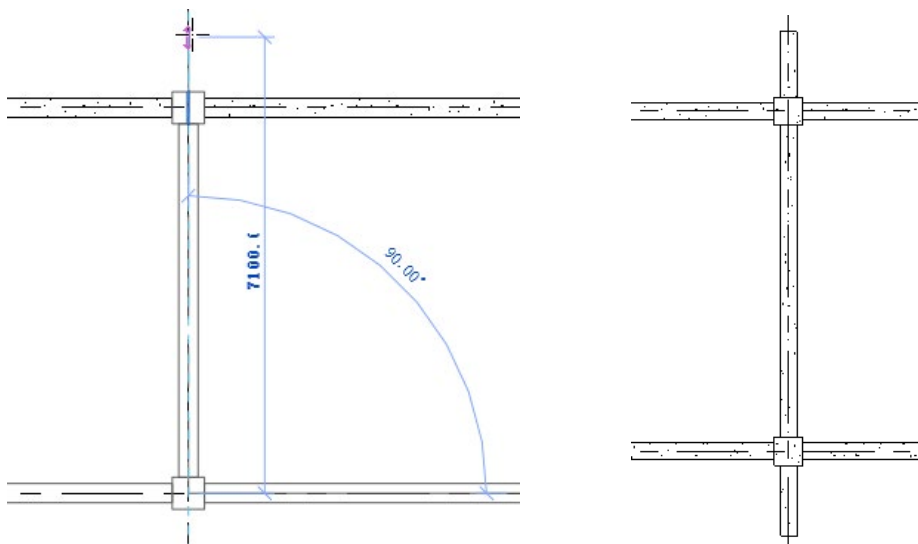

图 6-13 调整长度
(2) 分别拖曳梁两端上的控制点，可以调整梁的长度，如图 6-13 所示。